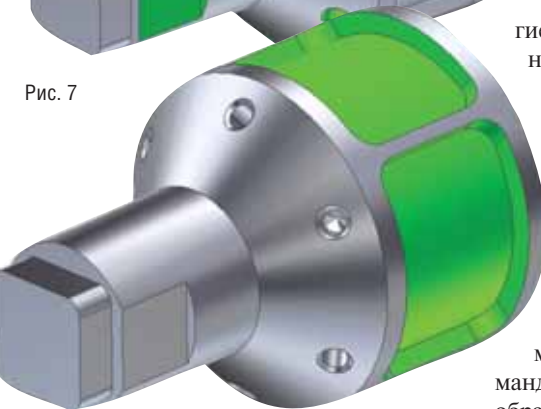

Рис. 8
- непрерывное радиальное фрезерование (рис. 8).